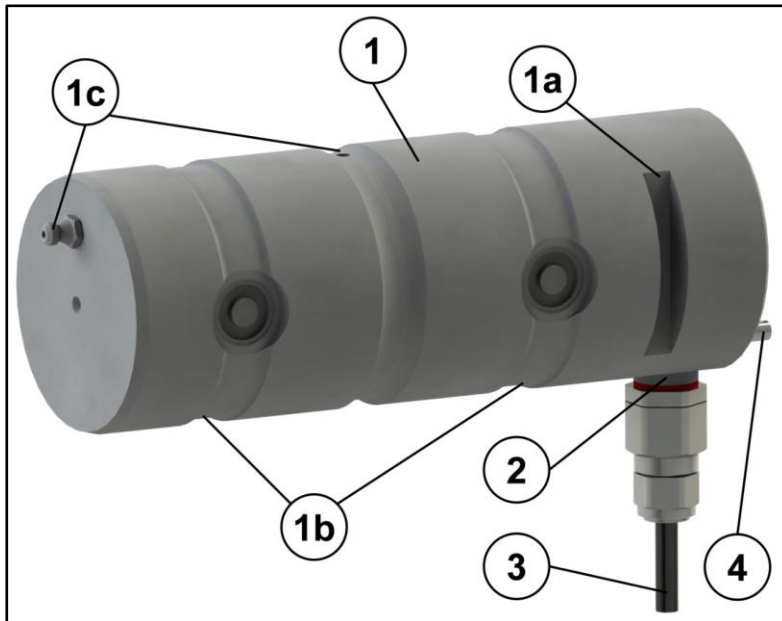

Fig. 1: Sensor de fuerza
El sensor de fuerza (1) se inserta en los orificios de montaje de diámetro correspondiente (2) de la conexión de doble sección y se asegura contra movimientos involuntarios mediante soportes de eje (véase la Fig. 1, punto 1a). La fuerza F transmitida por la conexión se transfiere a la electrónica de medición evaluando la deformación resultante del cuerpo de medición y se emite como señal eléctrica.